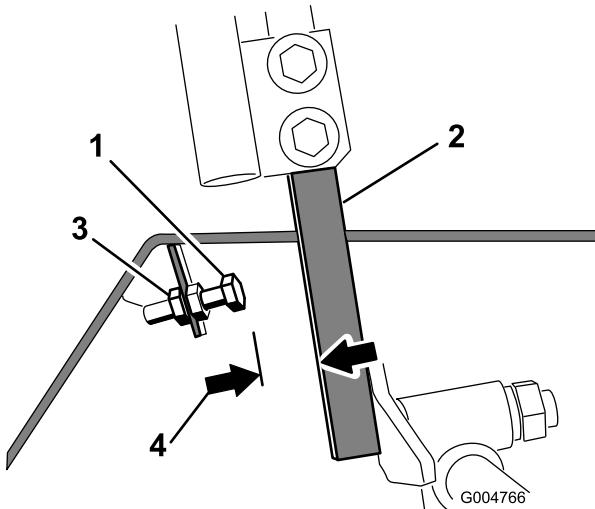

Figura 66
4. Afloje la contratuerca del perno de tope de una de las palancas de control (Figura 66).